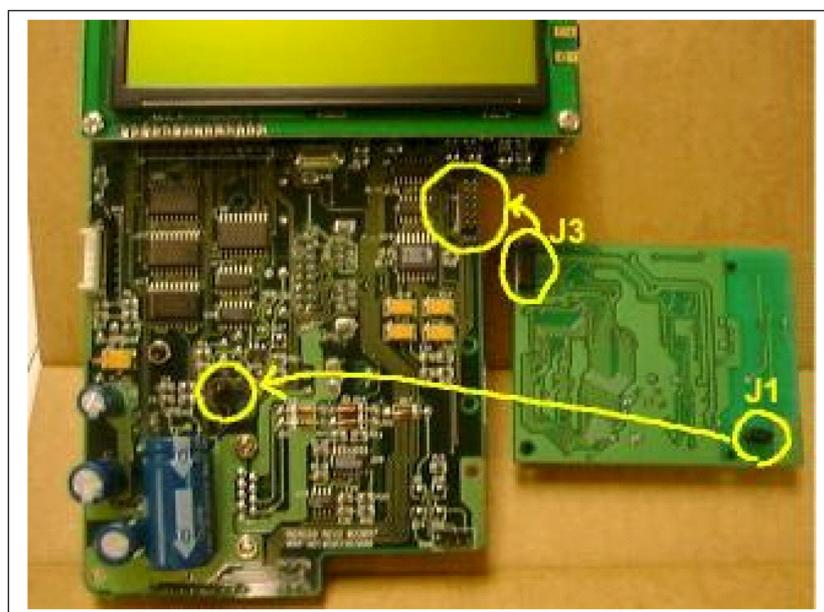

図2-19 MR350 MKII メインボディに MR052M モデムボードをインストール
- (1) MR350 MKII ターミナルを開きます。
- (2) 注意してメインボードのロックを外します。
- (3) メインボードに MR052M を接続します(図 2-19 を参照)。
- (4) ジャンパ設定を調整します: CPU ボードのジャンパ 11 から 14 のピン 1 とピン 2 をショートします。(標準値)
- (5) メインボードをターミナルに戻します。